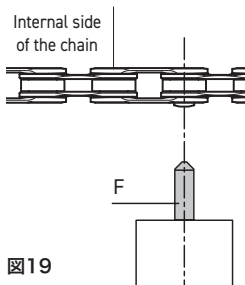

図19
- 押し込んでいく部分の先端にあるテーパ型チップ・ピンが、コネク・ピンウルトラ・リンク™ 5-CN-SR700 の中心に合っていることを確認します (図19)。